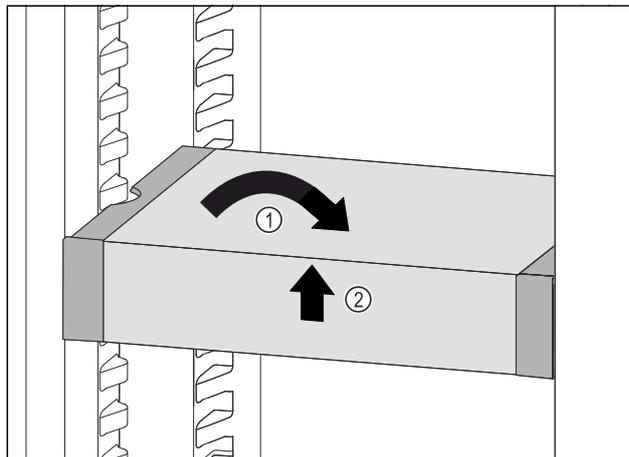

Fig. 83
- ▶ Изправете VarioSafe. Fig. 83 (1)
- ▶ Повдигнете VarioSafe отпред. Fig. 83 (2)